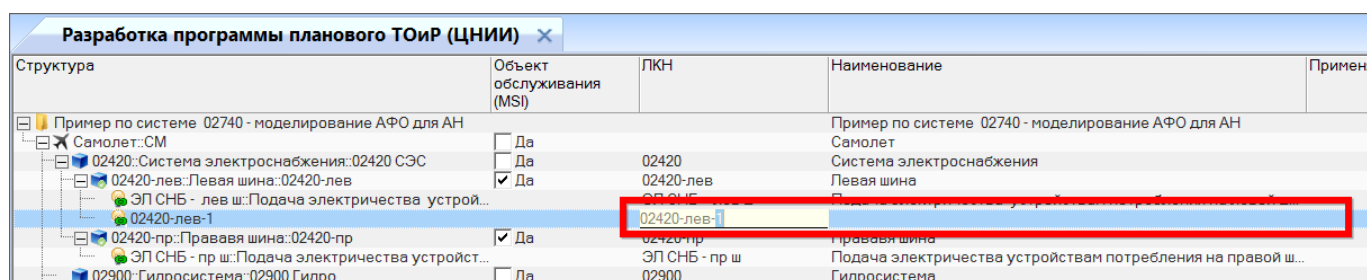

Рис. 11-123 – Заполнить «ЛКН» и «Наименование» созданной функции
- 3) Нажать кнопку «Создать функцию» панели «Правка». Ввести ЛКН и «Наименование» для созданной функции (рис. 11-123).